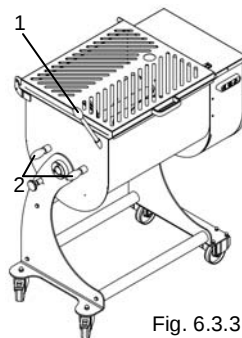
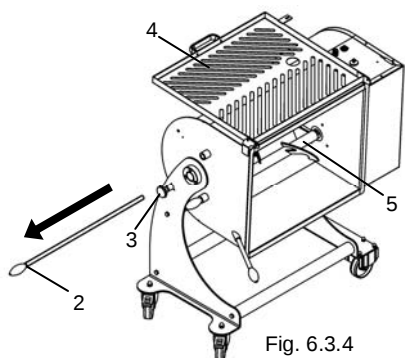

Fig. 6.3.3
Fig. 6.3.4
- Tenir la cuve en position horizontale en agrippant la poignée de la tige de renversement "1" Fig. 6.3.3.
- Décrocher et extraire les pivots qui bloquent les bras mélangeurs "2" Fig. 6.3.3. et "2" Fig. 6.3.4
- Dévisser le pommeau de blocage de la cuve dans le sens contraire des aiguilles d'une montre "3" Fig. 6.3.4
- tige de renversement "1" Fig. 6.3.3.
- Ouvrir la grille "4" Fig. 6.3.4 et procéder au démontage des bras mélangeurs
- Agripper un bras mélangeur à la fois "5" Fig. 6.3.4 et le tirer vers l'extérieur, en le sortant de son logement.